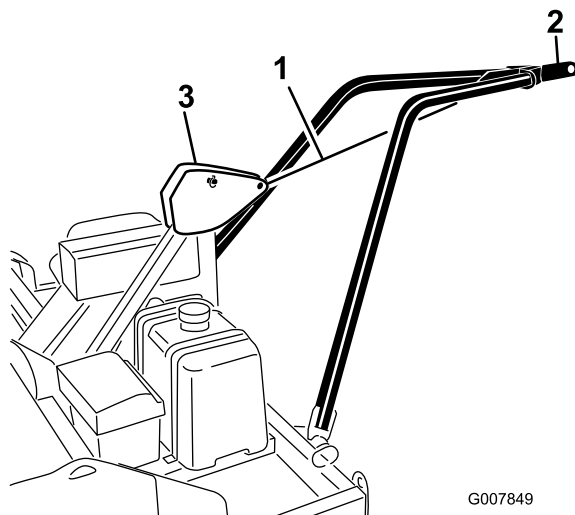

Рисунок 12
2. Используя стяжку или канат, поднимите буксировочный кронштейн и прикрепите фасонку буксировочного кронштейна к шарниру сцепной рамы (Рисунок 12).